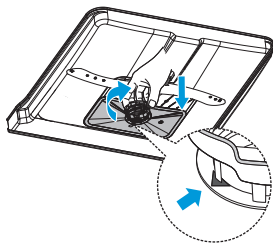

Fig. 3
7. Recoloque o filtro de detritos no sentido horário (Fig. 3), de modo que fique preso no filtro tela.